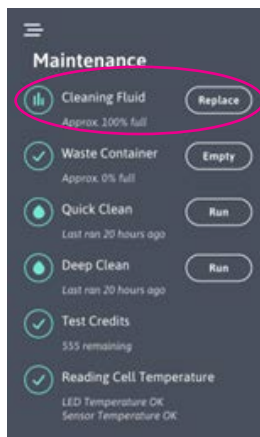

Figure 36
5. Appuyer sur le bouton « Remplacer la solution de nettoyage » dans le menu de maintenance pour réinitialiser (figure 36).